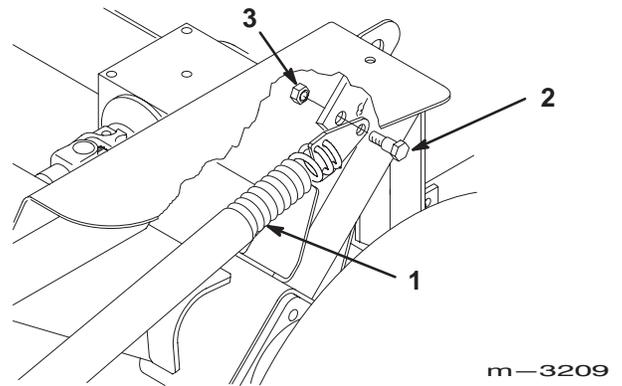

**Figure 33**
6. Fixez l'embout de ressort au bâti porteur à l'aide d'un boulon à épaulement (3/8 x 7/8 pouce (23 mm)) et d'un contre-écrou (3/8 pouce) (Fig. 33).